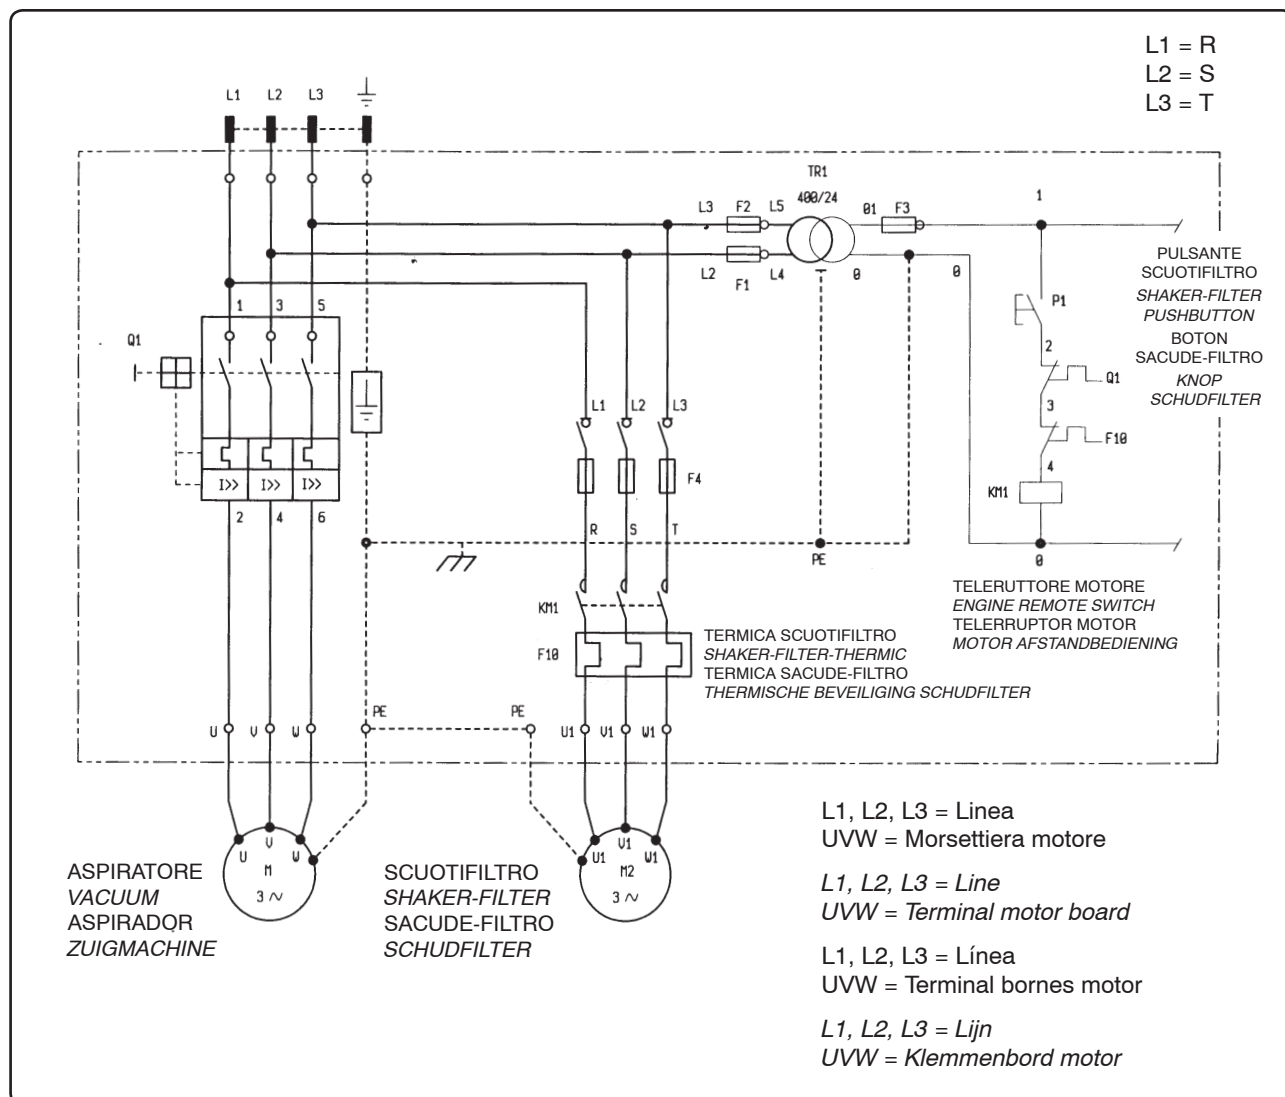

Fig. 7.3.4
7.3.2 - Schema elettrico scuotifiltro (fig. 7.3.4)
7.3.2 - Wiring diagram-shaker filter (fig. 7.3.4)
7.3.2 - Esquema eléctrico sacude - filtro (fig. 7.3.4)
7.3.2 - Elektrisch schema schudfilter (Afb. 7.3.4)